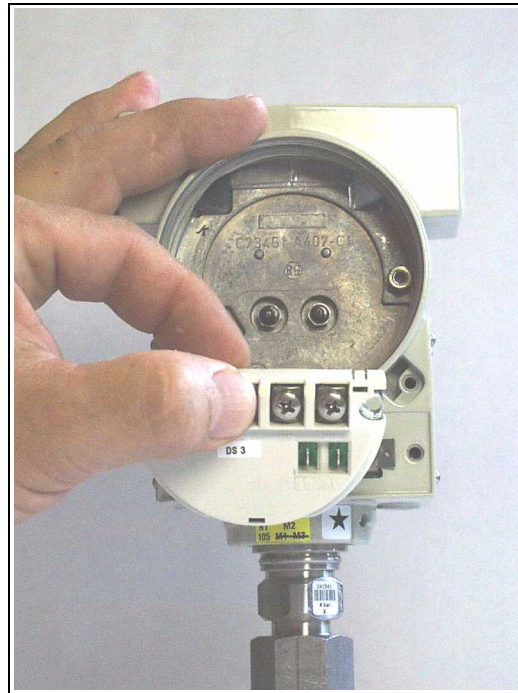

Bild 26 Abgezogene Anschlussplatine mit dahinterliegenden Durchführungsstiften
4. Die Anschlussplatine von den Durchführungsstiften abziehen (Bild 26, Seite 29)